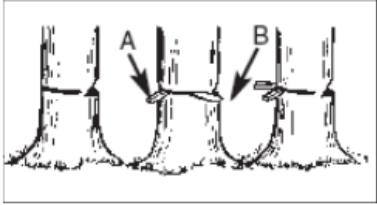

Fig 10c
Utilizzare cunei di legno o di plastica (A) per evitare che la barra o la catena (B) rimangano incastrate nel taglio. I cunei controllano anche la caduta (Fig. 10c)